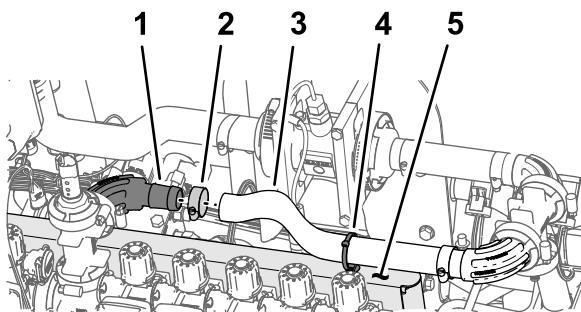

Figura 112
- Conecte la manguera (2,54 cm x 40,64 cm) al acoplamiento con brida de 90° (2,54 cm), según se muestra en Figura 112.
- Sujete la manguera al acoplamiento con brida con una abrazadera (Figura 112).
- Inserte la brida/grapa en el orificio de la parte superior del soporte de las válvulas, según se muestra en Figura 112.
- Sujete la brida/grapa (Figura 112) alrededor de la manguera (1" x 16").